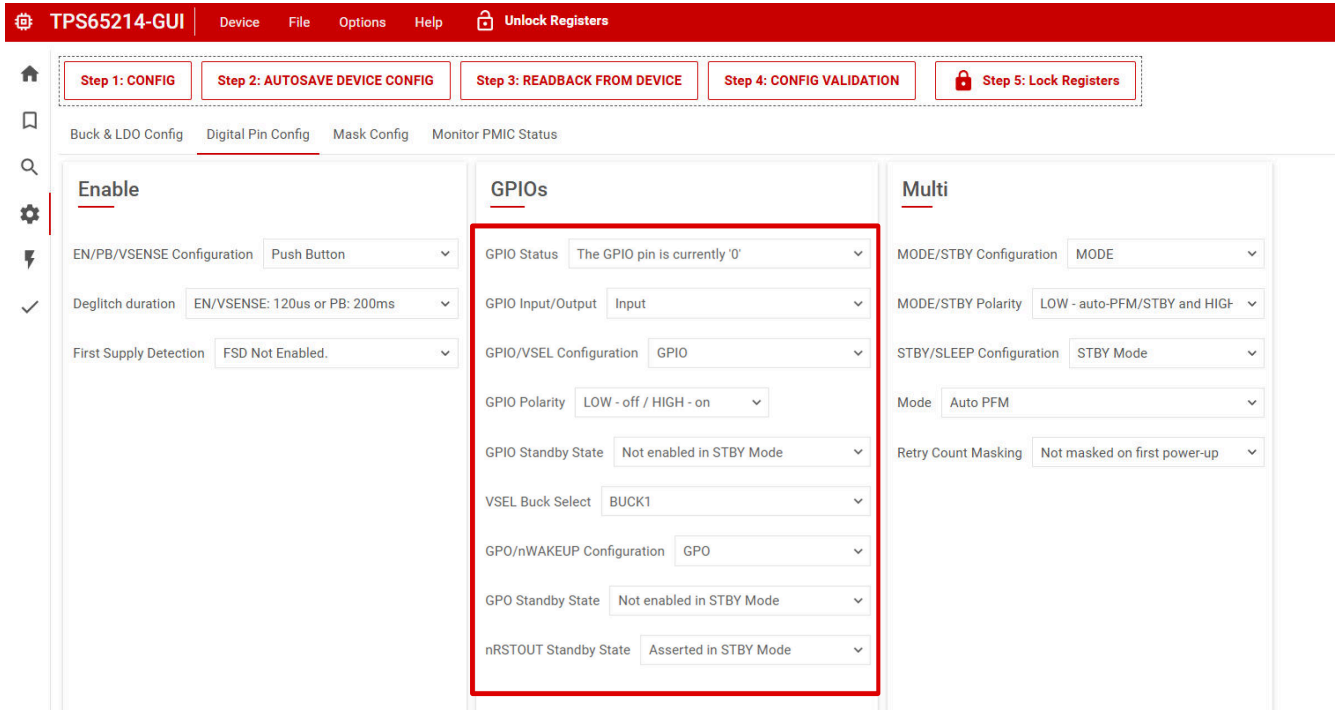

图 5-4. GPIO 配置
- 图 5-4 显示了使用 TPS65214-GUI 的配置选项卡时要更改的设置。